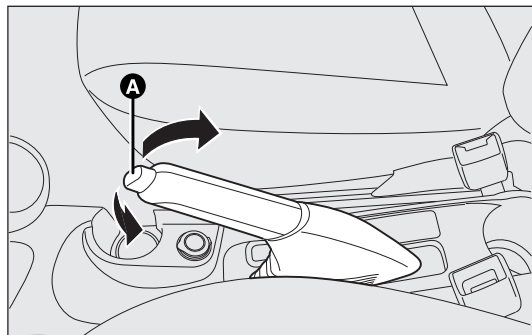

рис. 126
- слегка потяните рычаг стояночного тормоза вверх и нажмите кнопку разблокировки А рис. 126;